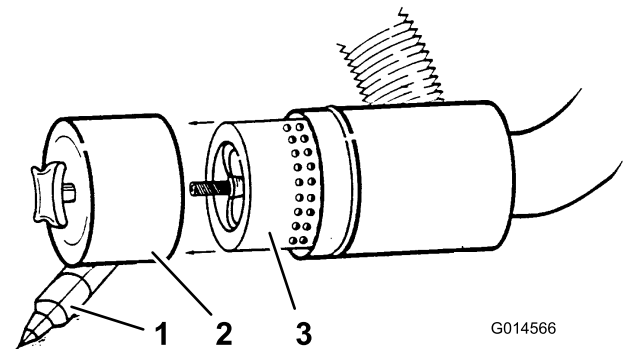

Figura 51
Revise el filtro del limpiador de aire primario únicamente cuando el indicador de mantenimiento (Figura 51) lo requiera. El cambiar el filtro antes de que sea necesario sólo aumenta la posibilidad de que entre suciedad en el motor al retirar el filtro.
3. Retire y cambie el filtro (Figura 51).